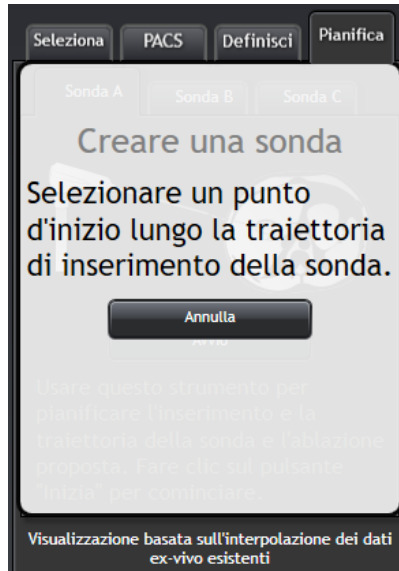

Figura 3-22: Schermata Creare una sonda per indicare che il software ABLATE-IQ è pronto per selezionare il punto di partenza della sonda.
3. Il sistema è ora pronto per consentire all'operatore di selezionare i punti di partenza e di arrivo lungo la traiettoria di una sonda. Una finestra chiede all'operatore di selezionare il punto d'inizio della sonda in base ai target precedentemente creati sulle immagini (Figura 3-22).